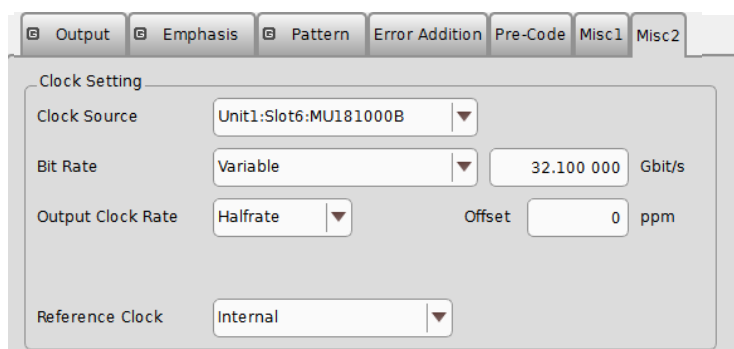

図 5.7.1.2-1 Clock Source 設定 (シンセサイザ連動時)
2. MU195020A 画面の Bit Rate にて、出力データのビットレートが設定できるようになります。図 5.7.1.2-1 の例では、出力データを 32.1 Gbit/s に設定しています。